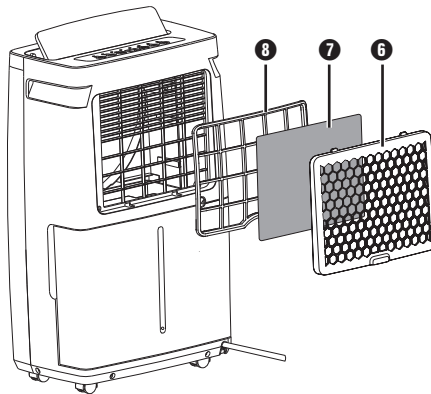

Abb. 6
- ◆ Der Einbau erfolgt in umgekehrter Reihenfolge (siehe Abb. 6).